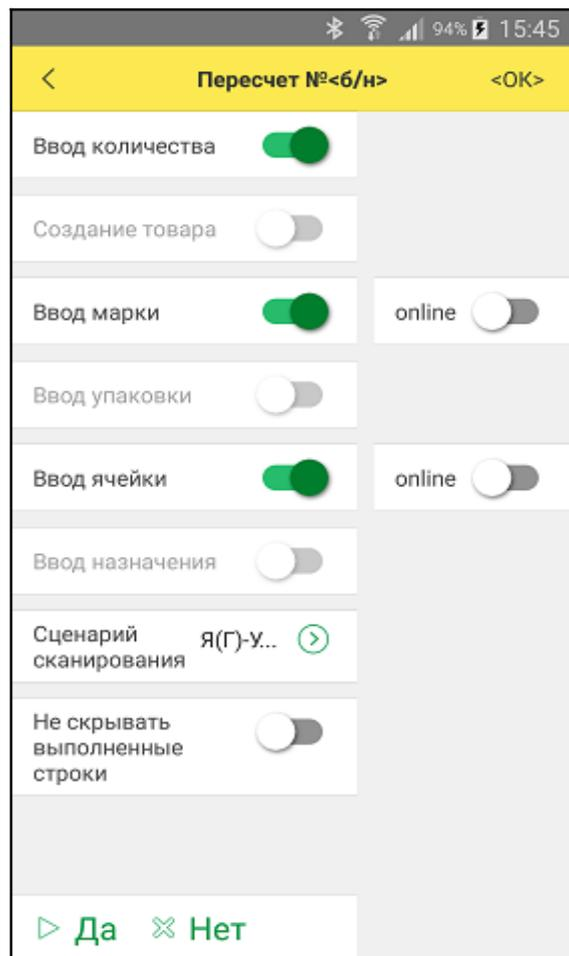

Рис. 4.5.2. Настройки сканирования задания.
- по кнопке "Настройки" - задание принимается в работу и открывается окно сканирования (Рис. 4.5.2), где можно управлять этапами сценария сканирования и возможностью online-проверки сканируемых данных;